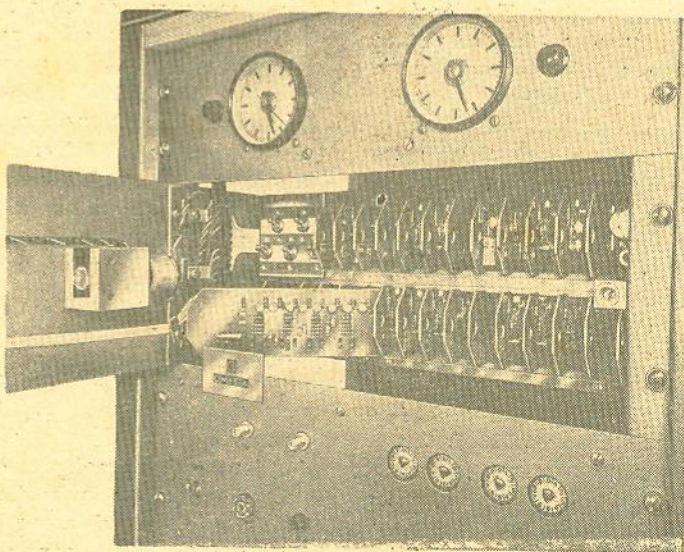

Figura 2
2.º — painel dos divisores, que pode ser apreciado na figura 2, onde se vê o painel aberto. No painel, os controles acessíveis são os seguintes: ajuste fino da hora (é o controle que se vê no painel aberto da figura 2) que, em cada volta, adianta ou atrasa o relógio de 1 milissegundo e é graduado em décimos de milissegundos; indicador piloto que, quando aceso, indica que o oscilador de 1 MHz está defeituoso e que o sistema funciona a partir do oscilador auxiliar de 100 KHz; controle de comutação que, quando o oscilador de 1 MHz volta a funcionar, permite comutar o segundo (de 100 KHz) para o primeiro; piloto que indica que o oscilador de 1 MHz está trabalhando; saída de 50 Hz; saída de sinal "top-minutos" e saída de sinal "top-segundos".